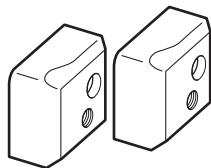
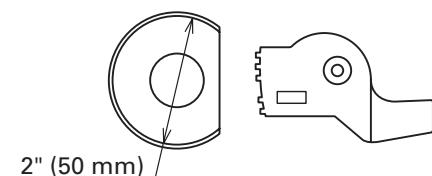

Fig. 25
Fig. 26
| (1) Cortadora (Fig. 25) (Nº de código 319706) * Un juego de dos piezas | (2) Juego de rodillo central (D 50) (Fig. 26) (Nº de código 321446) * Se utiliza cuando se cambia el diámetro de curvado de la varilla (diámetro de curvado: Ø50 mm). |